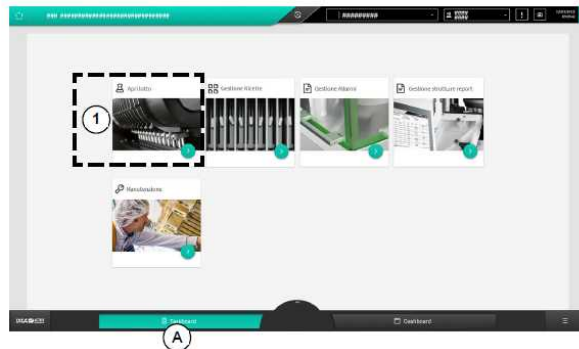
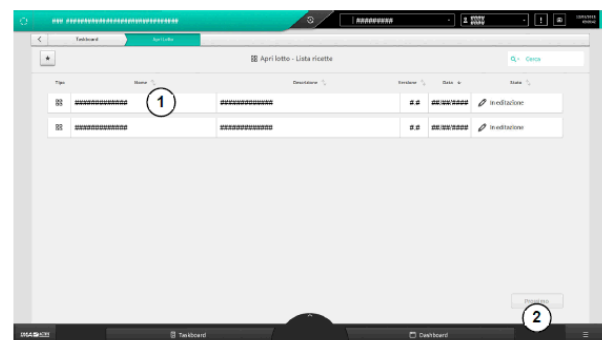

Fig.15
Fig.16
Cliccando Taskboard (Fig.15- A) nella maschera inferiore si apre la schermata mostrata in figura 15, premere il campo “apri lotto” (1) e compare la pagina con l’elenco delle ricette inserite (fig.16).
- Selezionare una ricetta (1- Fig.16)
- Premere il tasto “prossimo” (2 -Fig.16).